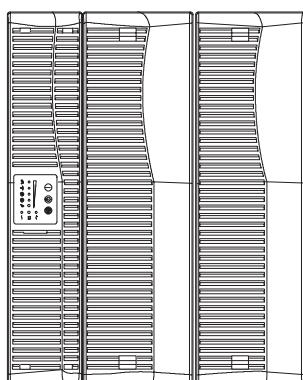

**Рисунок 6. ИБП на подставках**
4. Аккуратно поставьте ИБП вертикально (см. рис. 6).